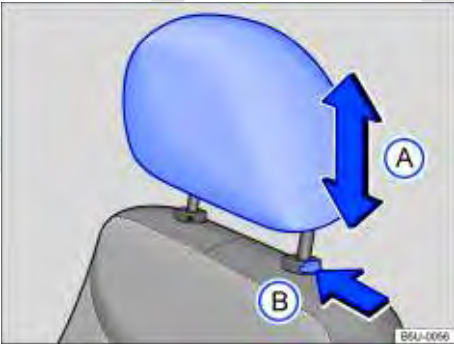

Fig. 40 Ajustar o apoio para cabeça dianteiro.
- Empurrar o apoio para cabeça para cima ou para baixo na direção da seta ⇒ Fig. 40 A ⇒ ⚠.